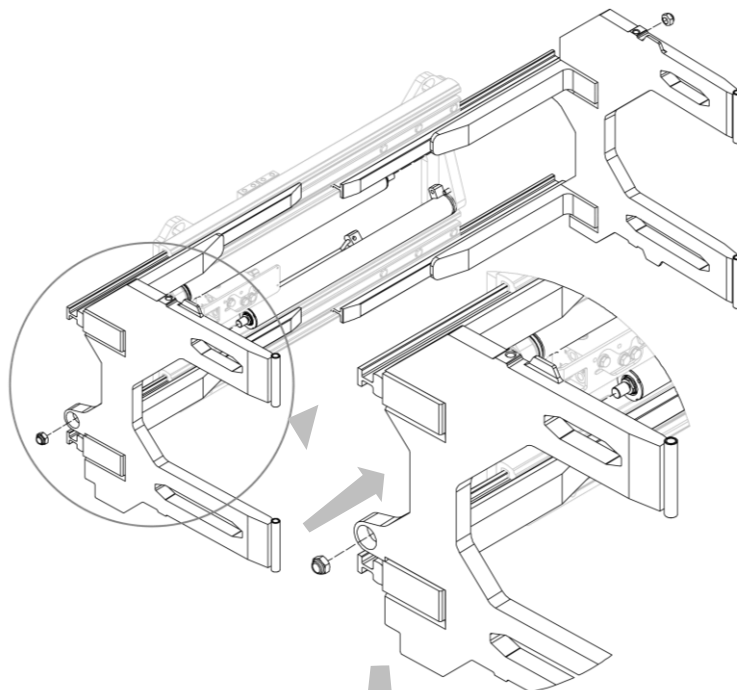
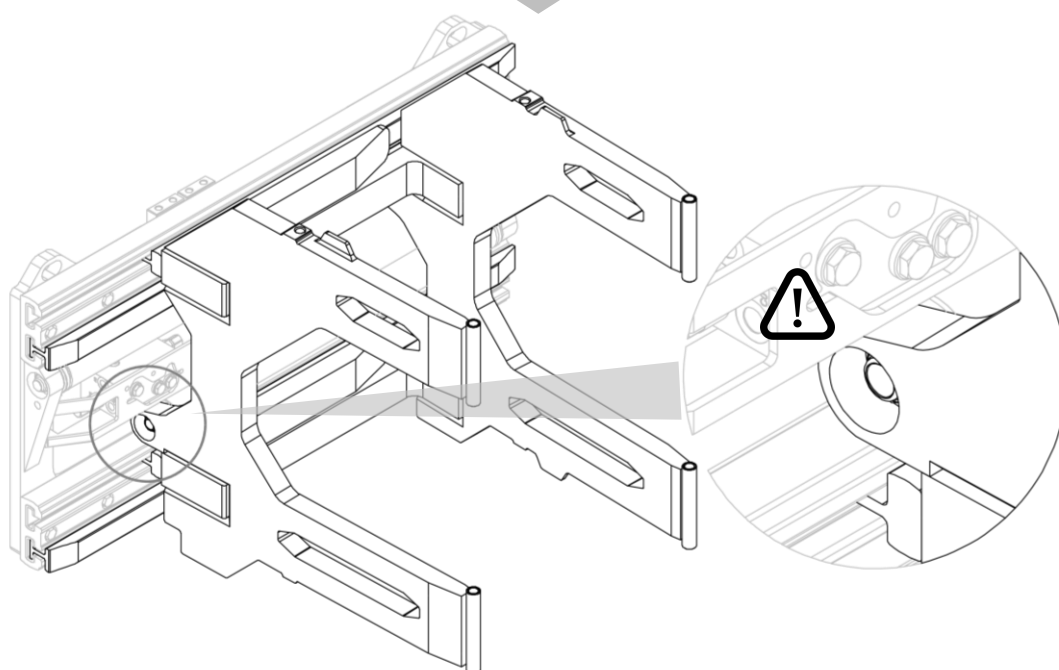

Figura 13
Figura 14
2. Inserire, una per volta, le forcelle nelle apposite sedi e serrare i relativi dadi che le vincolano ai cilindri (vedi *Figura 13* e *Figura 14*).